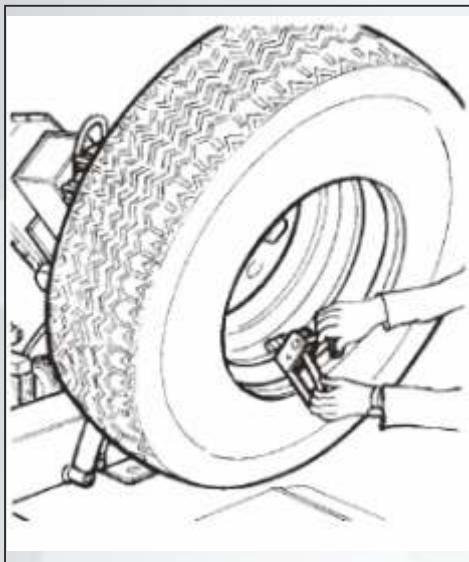

Рисунок 20
- 10) Прикрепите хомут ко второму бортику с внешней стороны (6 часов) (см. рис. 20).